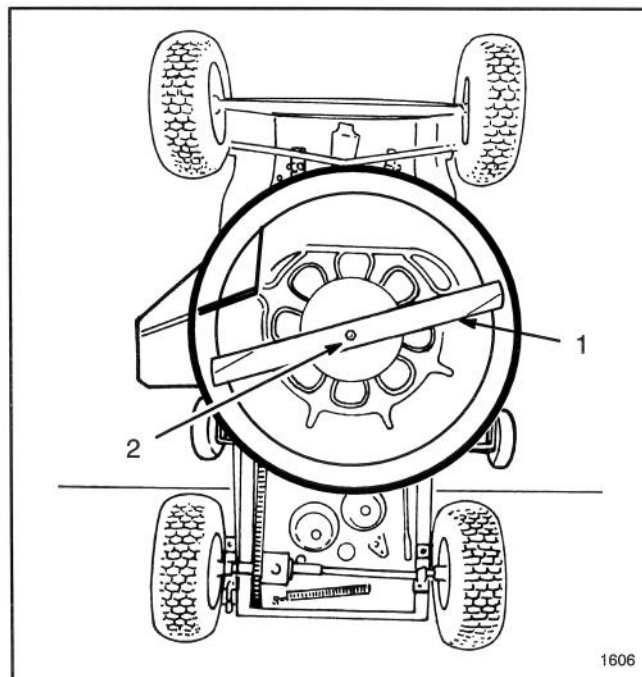

Figure 15
6. Tenir l'extrémité de la lame à l'aide d'un chiffon ou d'un gant épais, et enlever le boulon de la lame, la rondelle et la lame (Fig. 15).
9. Remonter dans l'ordre la lame, la rondelle puis le boulon (Fig. 15), et serrer le boulon à 61-81 Nm.